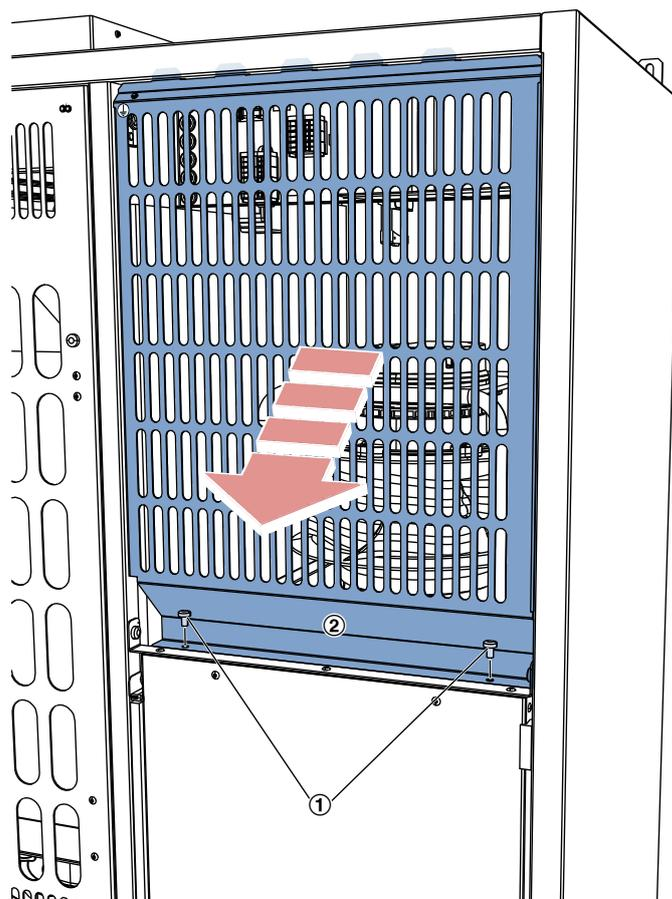

Abb. 11: Schutzgitter demontieren
5. ▶ Schrauben ( Abb. 11 /1) lösen und Gitter ( Abb. 11 /2) vorsichtig nach vorne-unten herausziehen. Erdungsstecker am Gitter lösen ⚡.